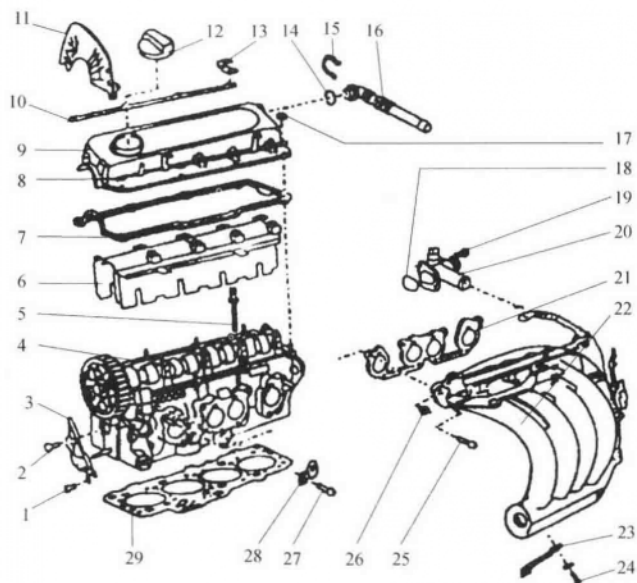

图 1-14 AJR 型发动机汽缸盖分解图
(4) 拆开气门室盖和正时皮带罩后, 转动发动机曲轴观察汽缸盖上配气机构的运动和曲轴运动的关系。了解曲轴每转动 2 圈, 凸轮轴转动 1 圈。
(5) 拆除汽缸盖后, 转动发动机曲轴, 观察活塞的运动和第一缸上止点记号, 画图记录观察结果。
(6) 分解发动机, 对照图 1-14, 找出学习工单表 2 所列标号的发动机零件并在表中填写其名称, 写出该零件的作用。在已分解的发动机中查找到后在“认识”一栏中打“√”。